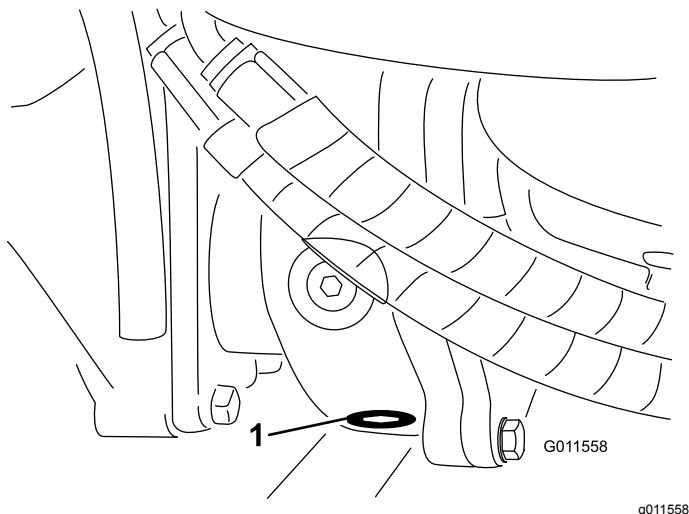

Figura 95
5. Pulite l'area circostante il tappo di spurgo sul fondo della scatola degli ingranaggi (Figura 95).